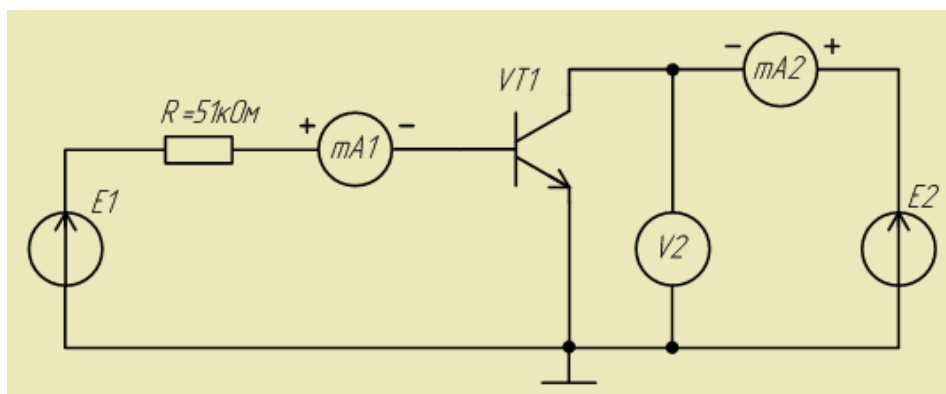

Рисунок 17 – Схема исследования выходных характеристик транзистора в схеме с ОЭ
4.4.1 Собрать схему для исследования выходных характеристик в схеме с ОЭ (рисунок 17). При этом проводники, подключённые к источникам **E1** и **E2** должны быть временно отсоединены.